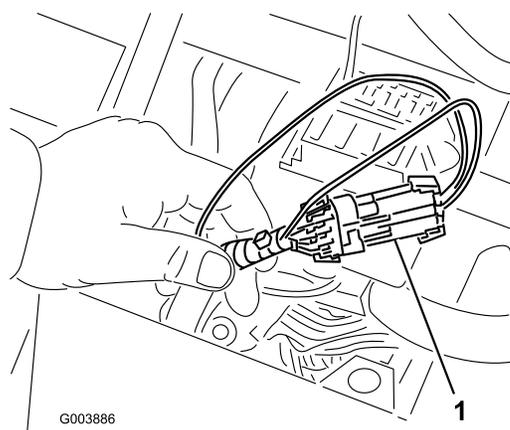

Figure 38
3. Localisez le faisceau de câblage et les connecteurs près du module de commande (Figure 38).